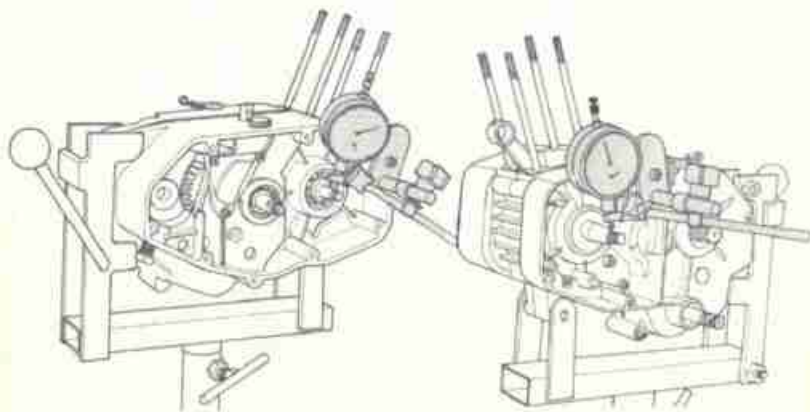

FIG. 43 Controllo coassialità-semialberi
- 8) MONTARE i grani di riferimento e le 13 viti di unione bloccandole con $1 + 1,2$ kgm controllare con un comparatore la eccentricità del due semialberi dell'imbiellaggio. Il valore massimo di eccentricità **non deve essere superiore a 0,04 mm** (fig. 43). In caso contrario smontarlo e farlo centrare da un'officina specializzata. Controllare quindi che tutti gli alberi ruotino liberamente, in caso contrario battere assialmente su di essi per consentire eventuali assestamenti. Verificare inoltre che non vi sia nessun albero con gioco assiale eccessivo nel qual caso si richiede la riapertura del semicarter e la sostituzione della rondella di spessoramento superiore con altre di spessore più appropriato.